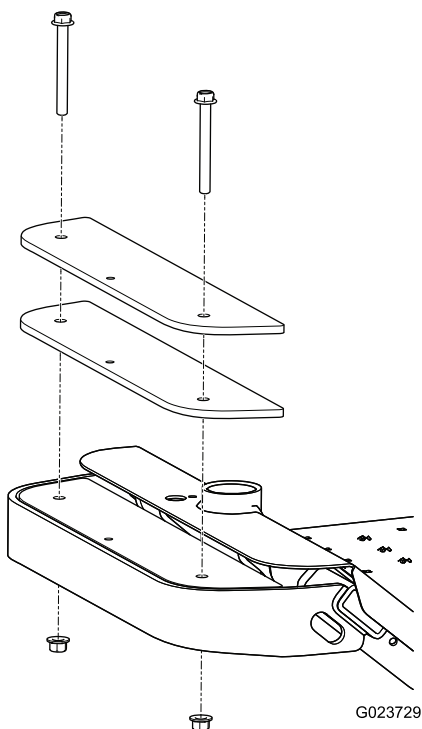

Figure 11
1. Retirez les 2 boulons et les 2 écrous qui fixent les masses existantes à l'avant de la machine (Figure 11).